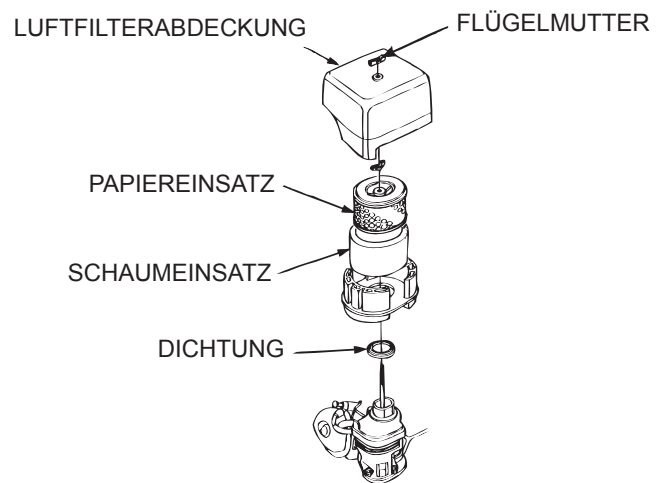

Abbildung 19. Motorluftfilter
1. Luftfilterabdeckung öffnen und Schaumeinsatz herausnehmen, s. Abb. 19.
2. Den Papiereinsatz (Abb. 19) mehrmals auf eine harte Oberfläche klopfen, um den Schmutz zu entfernen oder von der Filtergehäusesseite aus Druckluft (max. 2,1 bar) durch den Filtereinsatz blasen. Schmutz **NIE** abbürsten. Dies drückt den Schmutz in die Fasern. Stark verschmutzte Papiereinsätze ersetzen.